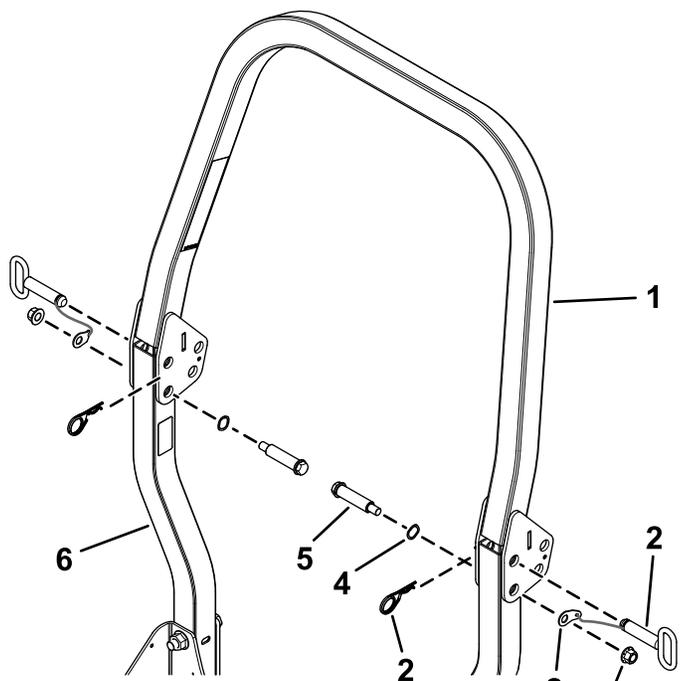

Figura 3
3. Fissate i gruppi roll bar inferiori al gruppo roll bar superiore utilizzando 2 bulloni di spallamento, 2 rondelle ondulate, 2 dadi di bloccaggio (1/2") e un gruppo spina pieghevole (Figura 3).